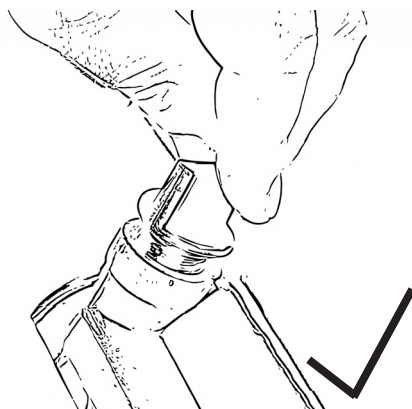

Bild 8
- Skruva loss oljepåfyllningspluggarna med ansluten oljesticka, Fig. 8.